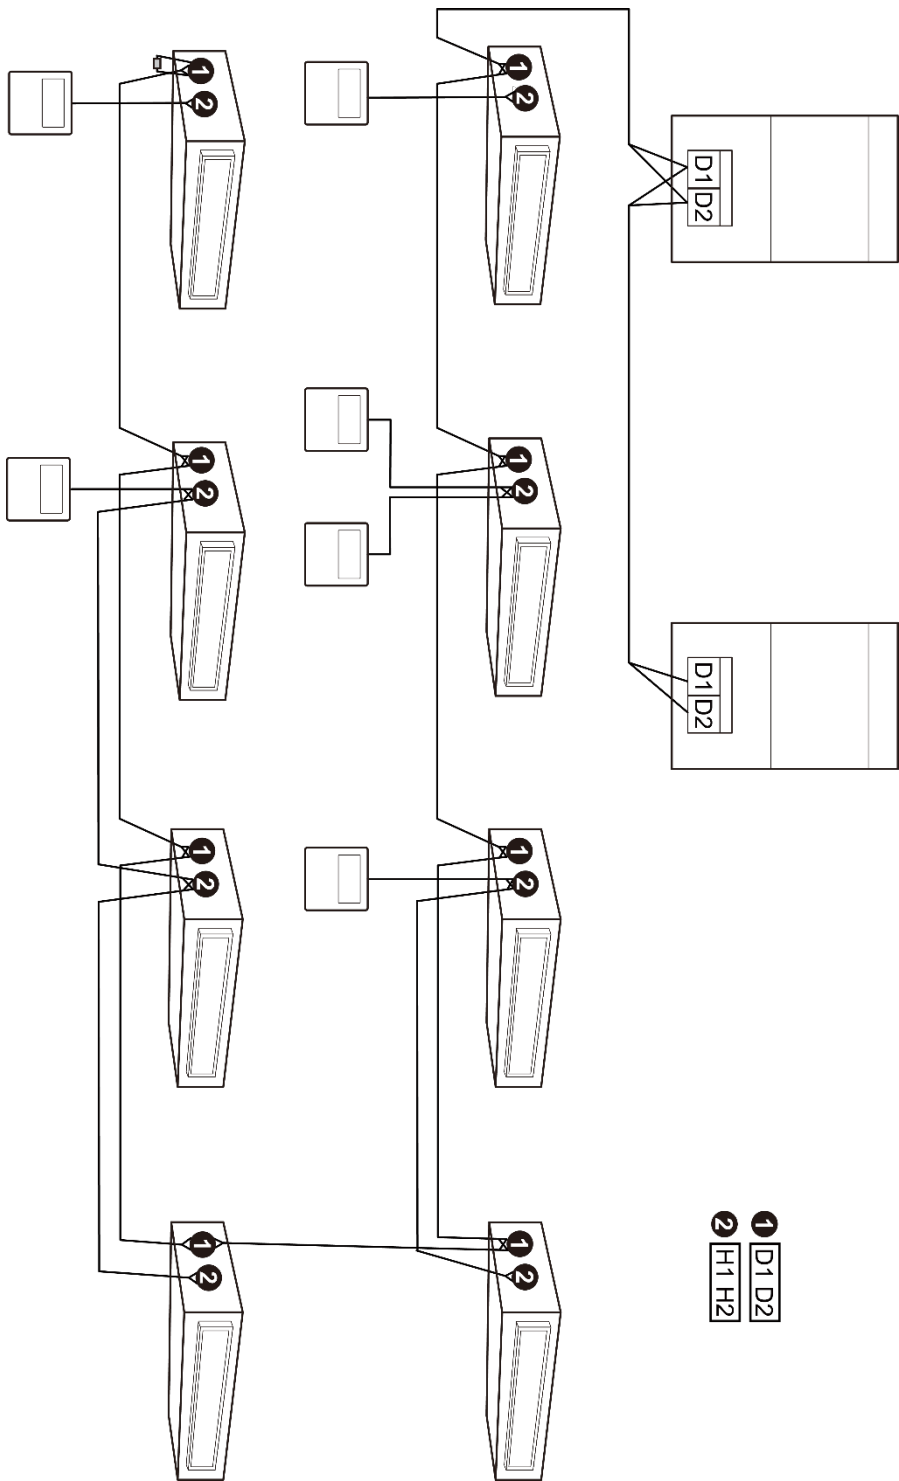

Fig.5.5
- (1) El cable de comunicación de la unidad interior y la unidad exterior (o unidad interior) se conecta a D1, D2.
- (2) El control por cable se conecta a H1, H2.
- (3) Una unidad interior puede conectarse a dos controles por cable, los cuales deben configurarse como maestro y esclavo.
- (4) Un control por cable puede controlar hasta un máximo de 16 unidades interiores simultáneamente (como se muestra en la Fig.5.5).